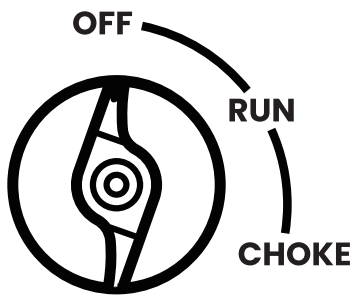

Figure 9: Mettez l'interrupteur de commande du moteur sur la position OFF
3. Placez l'interrupteur de commande du moteur sur la position OFF (voir Figure 9).
En cas d'urgence et si l'onduleur doit être arrêté rapidement, placez immédiatement l'interrupteur de commande du moteur en position OFF (voir Figure 9).